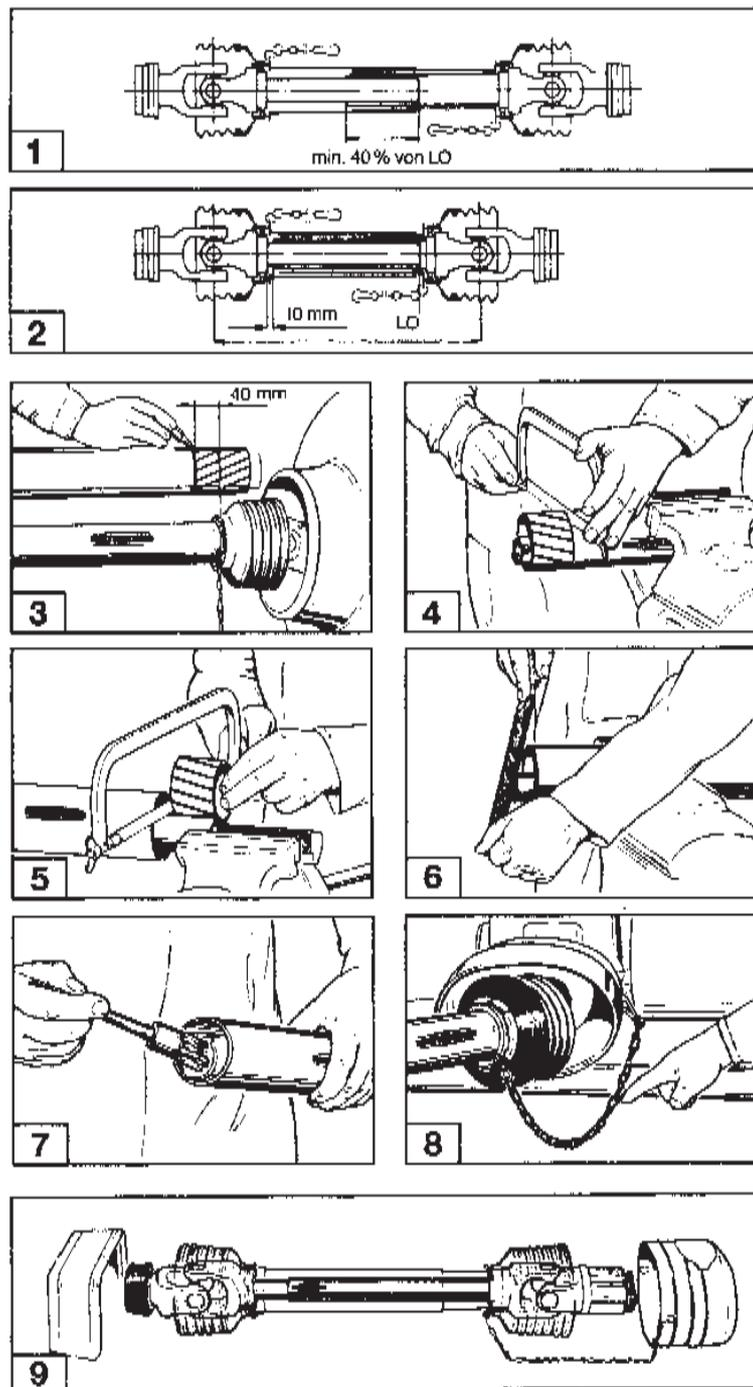

fig. 8a
**En accouplant pour la première fois l'arbre à cardan au tracteur, l'adapter selon les indications de la fig. 8a. Etant donné que la modalité d'adaptation décrite ne vaut que pour ce type de tracteur, vérifiez s'il y a lieu d'adapter l'arbre à cardan lorsqu'il est monté sur un autre type de tracteur.**